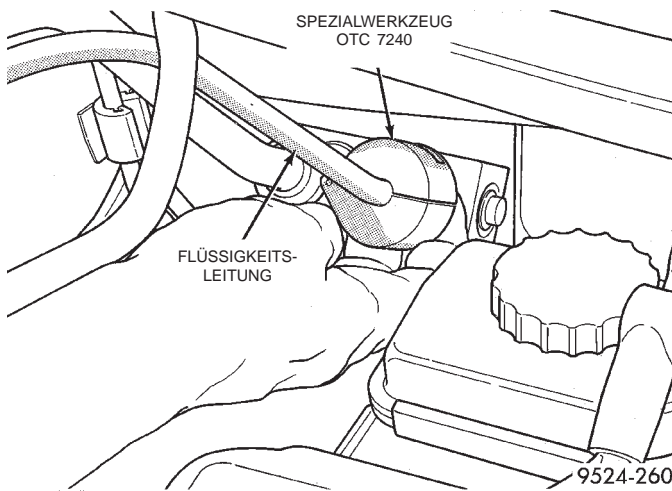

Abb. 59 Spezialwerkzeug 7240 zum Lösen der Schnelltrennkupplung verwenden
(3) Schnelltrennkupplung mit Spezialwerkzeugsatz 7193 vom Expansionsventil abbauen (Abb. 59) und Flüssigkeitsleitung vom Expansionsventil abnehmen.